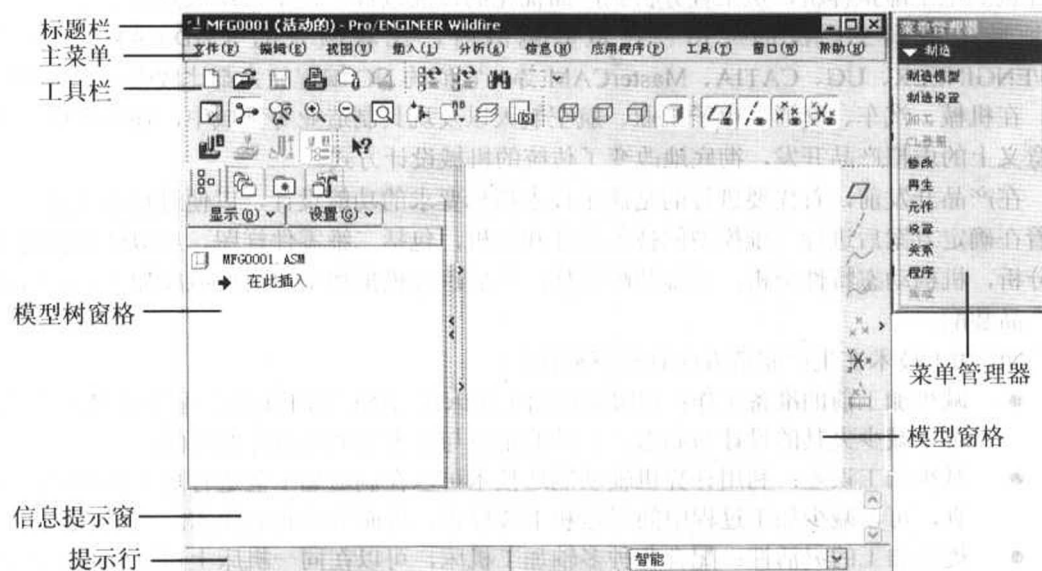

图 1.1 Pro/ENGINEER Wildfire 的主界面
启动后，进入 Pro/ENGINEER Wildfire 的主窗口，其界面如图 1.1 所示。
- ③ 工具栏：从图 1.1 中可以看出，工具栏位于主菜单的下面。它是常用菜单命令的快捷方式，这样可以省去用户查找菜单的麻烦。如果将鼠标指针放置在工具按钮上停留一会儿，则显示关于该按钮的提示，这样就可以知道它们的作用了。当然，工具栏中的内容是可以变化的，用户可以根据自身的需要进行定义。基本的工具栏可分为 6 部分：
- ④ 信息提示窗：显示当前操作状态提示信息并提供用户在操作过程中的各种数据文本框。
- ⑤ 提示行：窗口最下方的 Windows 状态条，它提示所选操作的具体步骤及含义。它同信息提示窗不同，只给出操作结果信息，帮助用户更顺利地各种选项的设置。
- ⑥ 模型窗格：显示操作过程中的加工几何图形，如加工模型、加工几何参数和加工刀具路径等数据显示。
- ⑦ 模型树窗格：该窗格可以将建立起来的几何模型结构以树状图的方式表示，从而使用户能快速地了解模型的建立过程及数据结构。如果用户想获得大的模型窗格空间，可以关闭该窗口显示。
在【类型】选项组中选择【制造】单选按钮，在【子类型】选项组中选择【NC 组件】单选按钮，在【名称】文本框中输入欲加工的文件名称，单击【确定】按钮。系统进入加工制造模式，同时从【菜单管理器】中弹出【制造】菜单，如图 1.1 所示。